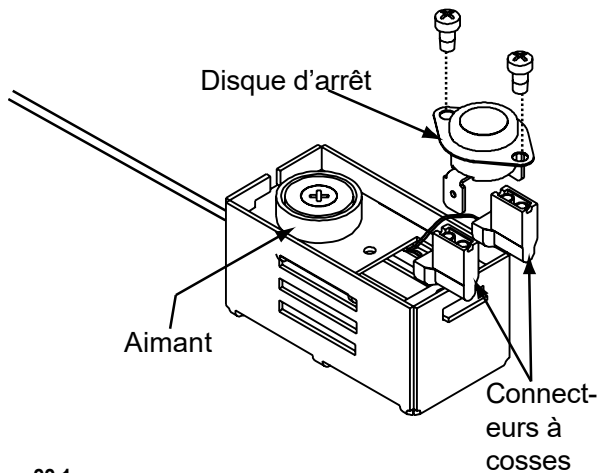

Figure 22.1
4. Tirez le disque d'arrêt et les connexions à cosses rectangulaires vers le haut pour les sortir du support comme illustré à la **figure 22.1**.